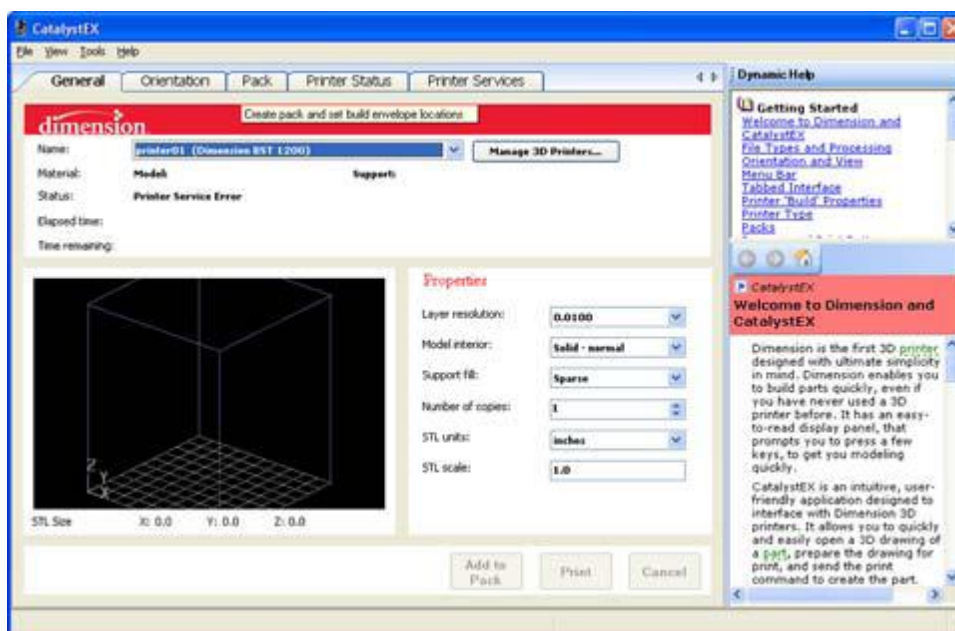

Figura 14: Janela Principal do CatalystEX
2. Clique no ícone CatalystEX  na área de trabalho do seu PC. O CatalystEX abre a janela principal (Figura 14 na página 42).